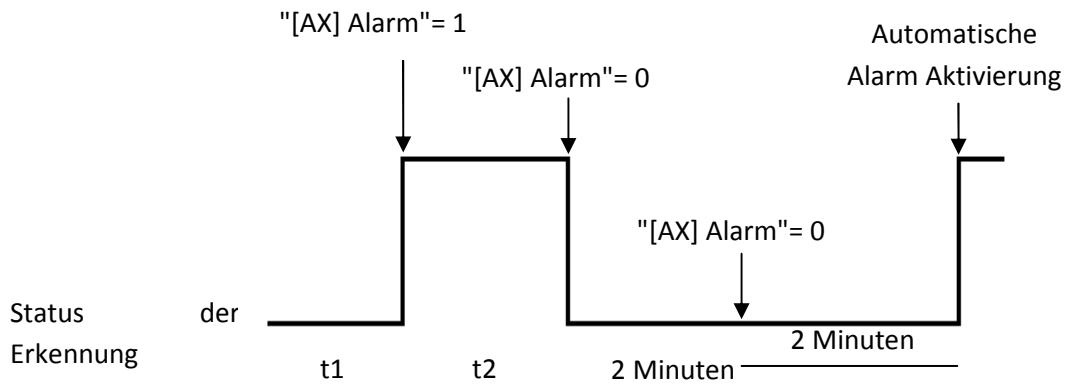

Bild 3.10 Beispiel zyklische Überwachung
*Es wurde ein Überwachungszyklus von 2 Minuten konfiguriert. Der Auslöser des Alarms ist eine "1" und die damit verbundene Aktion besteht aus dem Einschalten des Ausgangs bzw. dem Ausschalten bei Deaktivierung. Bei ausgeschaltetem Ausgang, wird auf dem mit der Alarmfunktion verknüpften Kommunikationsobjekt eine "1" empfangen, wodurch dieser aktiviert wird und den Ausgang einschaltet. Solange der Alarm nicht deaktiviert wird, bleibt jegliche Aktion auf dem betreffenden Ausgang ohne Wirkung. Nach einer bestimmten Zeit (t2) wird auf dem Alarmobjekt eine "0" empfangen, was zur Deaktivierung des Alarms führt und somit den Ausgang ausschaltet. Bevor die parametrierte zyklische Überwachungszeit vorüber ist (2 Minuten), wird ein neuer Befehl zu Deaktivierung des Alarms empfangen, wodurch diese Zeit vom neuen beginnt. Nach zwei Minuten ohne dass ein Telegramm auf dem Alarmobjekt empfangen wurde, wird der Alarm erneut aktiviert, was eine Umschaltung des Ausgangs zur Folge hat (er wird eingeschaltet). Genau wie im vorigen Fall, bleibt jegliche Aktion auf dem Ausgang ohne Wirkung, bis der Alarm deaktiviert wird. Siehe Bild 3.10*